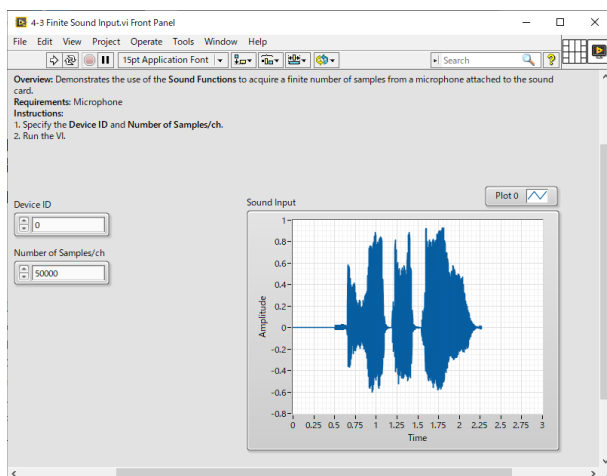
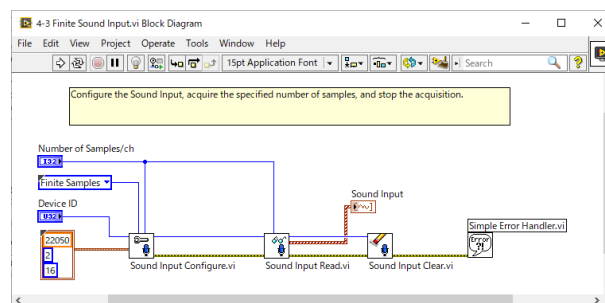

図 4-15 Finite Sound Input.vi
図 4-16 Finite Sound Input.viの
**Finite Sound Input.vi**が開きますので、自分の作業フォルダに保存します。「Device ID」に「0」、「Number of Samples/ch」に「50000」を入力して、マイクに向かって音を出しながら実行ボタンを押してください。図4-15のように2.2秒ぐらい音声データがグラフに表示されたと思います。データの先頭から約0.5秒までは録音されたデータではないので注意してください。ブロックダイアグラム（図4-16）を見ると、サンプリング周波数が22050Hz、チャンネル数が2、精度が16ビットで録音していることがわかります。アイコンの絵を見ると、スパナマーク→メガネ→消しゴムで、(1) 録音設定から(2)録音して(3)設定クリアという手順で進めていることがわかります。